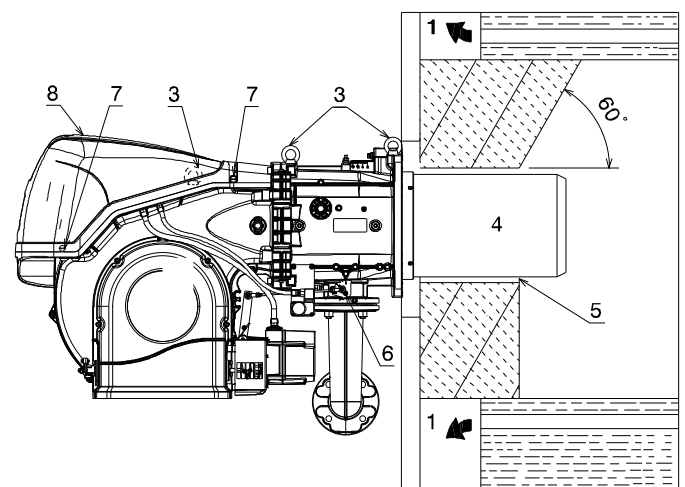

Fig. 13
Per le caldaie con giro dei fumi anteriore 1)(Fig. 13), o con camera ad inversione di fiamma, eseguire una protezione in materiale refrattario 5), tra refrattario caldaia 2) e imbuto fiamma 4).
Predisporre un adeguato sistema di sollevamento agganciandosi agli anelli 3)(Fig. 13).
- Infilare la protezione termica data a corredo sul boccaglio 4)(Fig. 13).